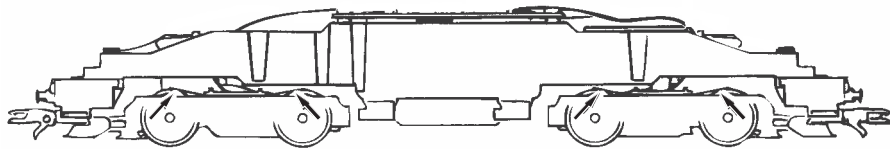

Fig. 6
3. Haftreifenwechsel: Zuerst den Getriebedeckel abnehmen (Fig. 6). Danach den **Radsatz** herausnehmen und die **Haftreifen** mit einer Nadel od. mit einem feinen Schraubendreher abziehen (Fig. 6). Beim Aufziehen der neuen Haftreifen darauf achten, dass diese sich nicht verdrehen.
1. Cleaning of wheel contacts: Wheel contacts easily get dirty on tracks which are not entirely clean. Use a small brush to **remove dirt** from spots marked in fig. 6.
3. Change of traction tyre: Remove the gear cover (fig. 6). Take out **wheel set** and remove **traction tyre** using a pin or a fine screwdriver (fig. 6). When pressing on the new traction tyre please **avoid twisting it**.
3. Échange des bandages d'adhérence: Démontez d'abord le **couvercle du carter des engrenages** des engrenages (fig. 6). Délogez ensuite les essieux bandagés et enlevez, à l'aide d'une aiguille ou d'un tourne-vis fin, les bandages d'adhérence (fig. 6). Lors du montage des nouveaux bandages veuillez veiller à ce que les bandages **ne soient pas tordus**.